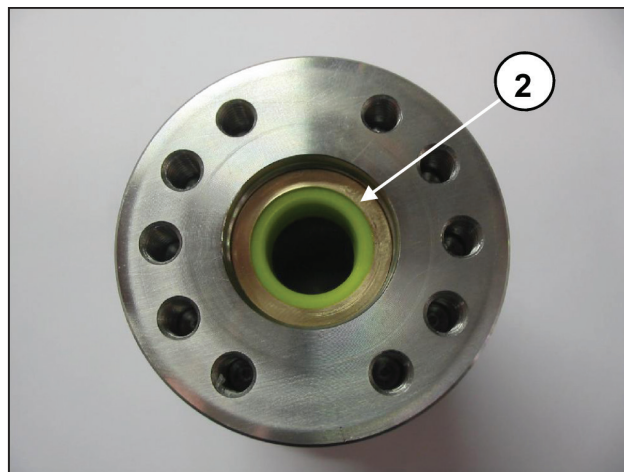
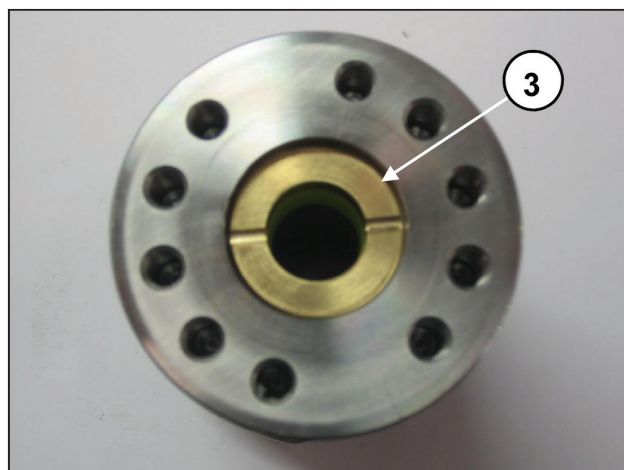
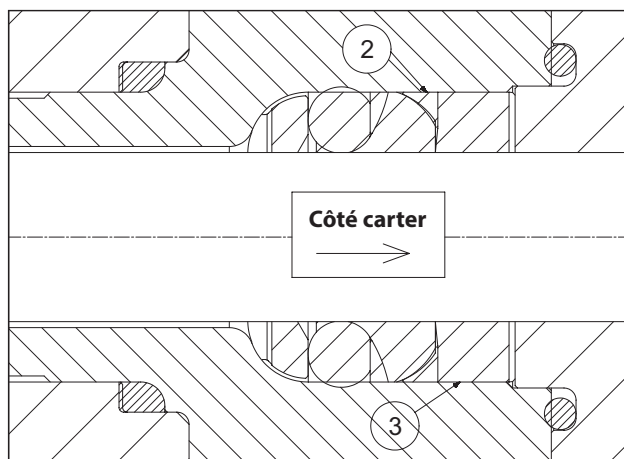

Fig. 124
Fig. 125
Fig. 126
- Introduire la bague anti-extrusion ② et la douille pour joints ③, en les positionnant comme le montrent les Fig. 124, Fig. 125, Fig. 126.
Introduire la douille pour joints ③ dans le support avec les orifices d'évacuation tournés vers l'extérieur (côté carter) comme le montrent les Fig. 125 et Fig. 126.